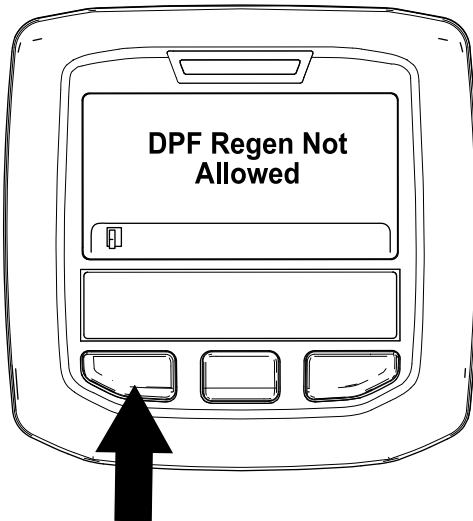

Figure 56
- Si le processus de regeneration n'est pas autorisé par l'ordinateur du moteur, le message « DPF Regen Not Allowed » (régén. FAP non autorisée) s'affiche dans l'InfoCenter (Figure 56). Appuyez sur le bouton gauche pour quitter l'écran d'accueil.